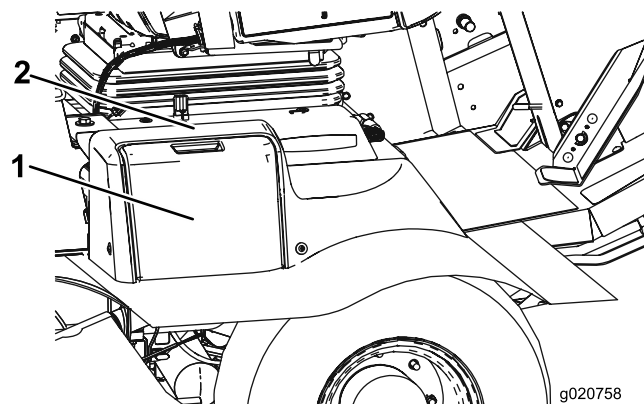

Figura 53
1. Abra a cobertura da bateria no lado do resguardo (Figura 53).
Nota: Pressione a superfície plana por cima da cobertura da bateria para facilitar a remoção da cobertura (Figura 53).